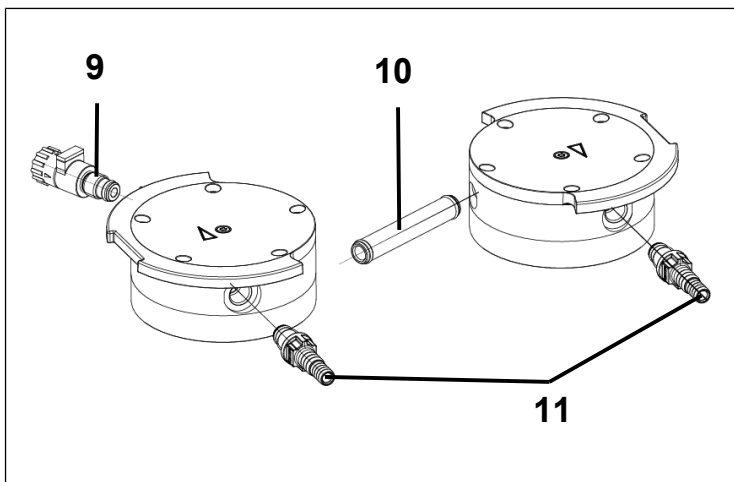

Fig.10: Sustitución de las juntas tóricas
2. Extraer el tubo de conexión (10/ Fig. 10) de la tapa del cabezal (3).
3. Sustituir las dos juntas tóricas del tubo de conexión (10/ Fig. 10).
4. Aflojar el tornillo con cabeza interior (1) de cada uno de los dos cabezales de la bomba.
5. Extraer las dos placas de presión (2) junto con los dos tornillos con cabeza interiores (1).
6. Desenroscar el lastre de gas (9/ Fig. 10) de la tapa del cabezal (3).
7. Sustituir la junta tórica del lastre de gas (9/ Fig. 10).
8. Enroscar el lastre de gas (9/ Fig. 10) hasta el tope en la tapa del cabezal (3) correspondiente. A continuación, girarlo de nuevo hacia atrás hasta que la superficie esté alineada hacia arriba.
9. Desenroscar las conexiones de manguera (11/ Fig. 10) de la tapa del cabezal (3) con la herramienta suministrada.
10. Sustituir las juntas tóricas de las conexiones de manguera (11/ Fig. 10).
11. Enroscar las conexiones de manguera (**11**/Fig. 10) en la tapa del cabezal (**3**) manualmente con la herramienta suministrada.
7. Introducir el tubo de conexión (**10**/Fig. 10) en la tapa del cabezal (**3**).